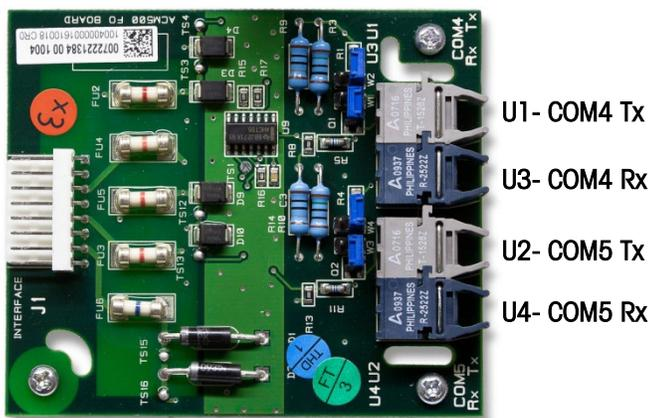
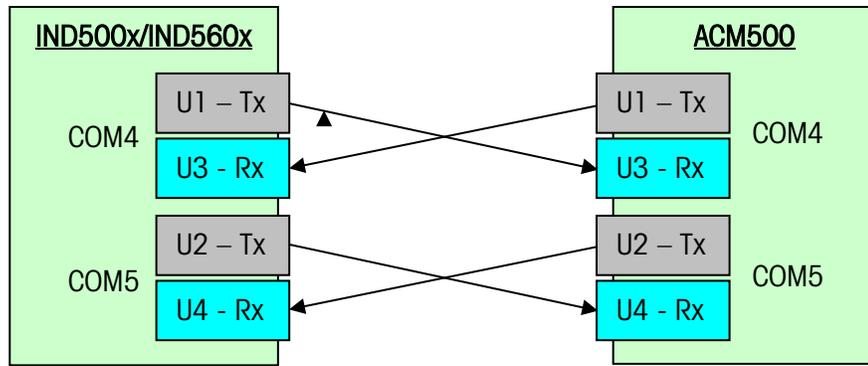

Figura 3-9: Tarjeta de interfase de fibra óptica
Figura 3-10: Diagrama de conexión del cable de fibra óptica
3. Cuando conecte cables de fibra óptica en el COM4, determine cuáles cables de fibra óptica vienen del puerto COM4 de la terminal IND500x/IND560x. Enchufe el cable de fibra óptica del transmisor (U1) COM4 de la IND500x/IND560x en el receptor (U3) COM4 del ACM500 y el cable del receptor (U3) COM4 de la IND500x/IND560x en el transmisor (U1) COM4 del ACM500. Consulte la Figura 3-9 para identificar los transmisores y receptores en la tarjeta de interfase de fibra óptica del ACM500. La Figura 3-10 muestra el cableado correcto entre la IND500x/IND560x y el ACM500.
4. Cuando instale una conexión en el COM5, determine cuáles son los cables de fibra óptica que vienen del puerto COM5 de la IND500x/IND560x. Enchufe el cable de fibra óptica del transmisor (U2) COM5 de la IND500x/IND560x en el receptor (U4) COM4 del ACM500 y el cable del receptor (U4) COM5 de la IND500x/IND560x en el transmisor (U2) COM4 del ACM500. La Figura 3-10 muestra el cableado correcto entre la IND500x/IND560x y el ACM500.